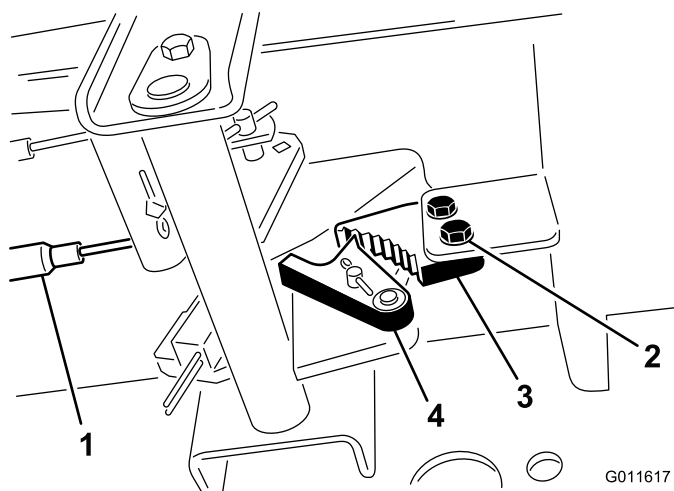

Рисунок 69
1. Ослабьте два винта крепления защелки стояночного тормоза к раме (Рисунок 69).
2. Нажмите педаль тормоза вперед, пока углубление тормоза не войдет полностью в зацепление с защелкой тормоза (Рисунок 69).